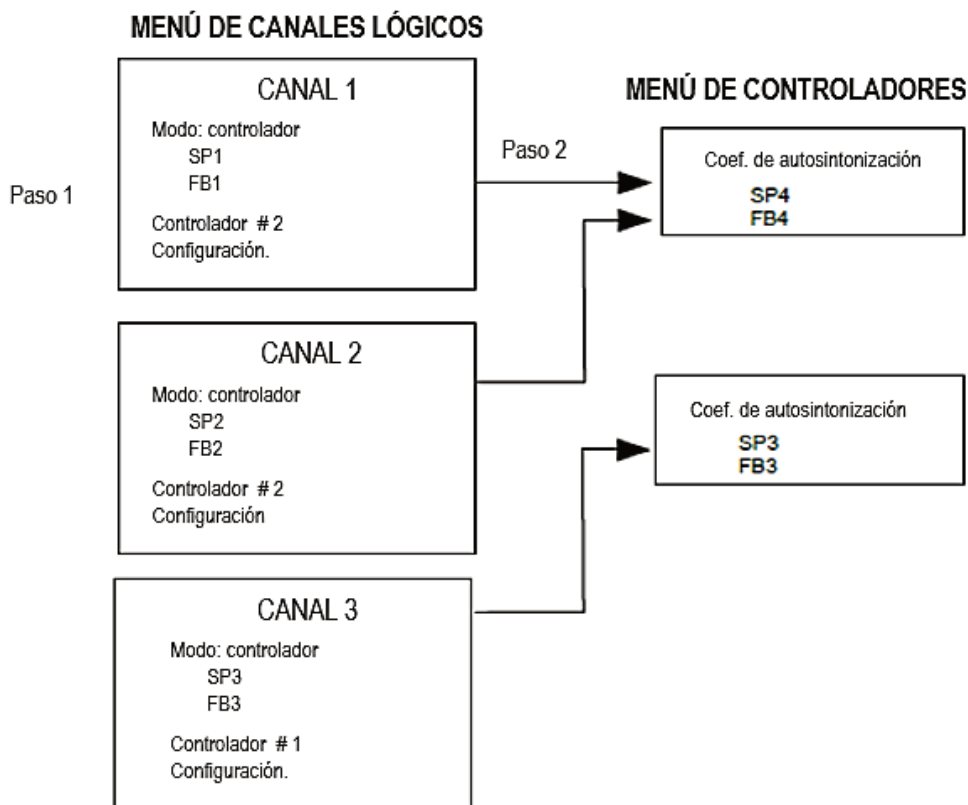

Fig. 7.124. Diagrama de configuración del **controlador** mediante el menú de canales lógicos
- directamente en el canal lógico en el modo de regulador presionando el botón Fuente de configuración (ver **Fig. 7.124**).